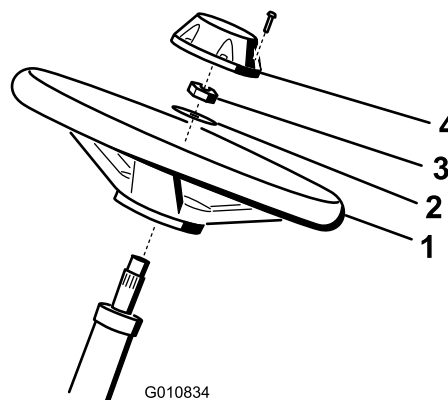

Figura 3
1. Glisați volanul pe arborele de direcție (Figura 3).
2. Glisați aiba pe arborele de direcție (Figura 3).
3. Fixați volanul pe arborele de direcție (Figura 3) cu o contrapiuliță și strângeți-o la un cuplu de 27 - 35 Nm.
4. Montați capacul la volan și fixați-l cu un urub (Figura 3).